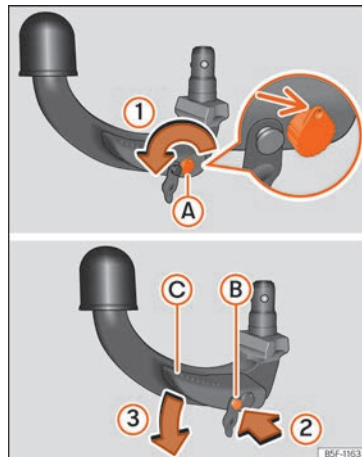

Abb. 299 Ruheposition der Anhängerkupplung
- Führen Sie den Schlüssel ein und drehen Sie ihn in Pfeilrichtung » Abb. 299 ①, bis das Loch im Schlüssel nach oben weist (Pfeil).
- Drücken Sie den Entriegelungsbolzen » Abb. 299 ② in Pfeilrichtung ② und gleichzeitig den Hebel ③ in Pfeilrichtung ③ bis zum Anschlag.